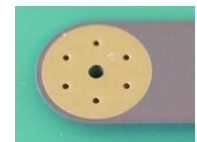

图 4
- 加强 SMD 焊盘的另一个常用的方法是直接在焊盘上放置通孔。需要注意的是液态焊料可以通过通孔向下流动，可能造成焊点没有足够的焊料 (图 4)。